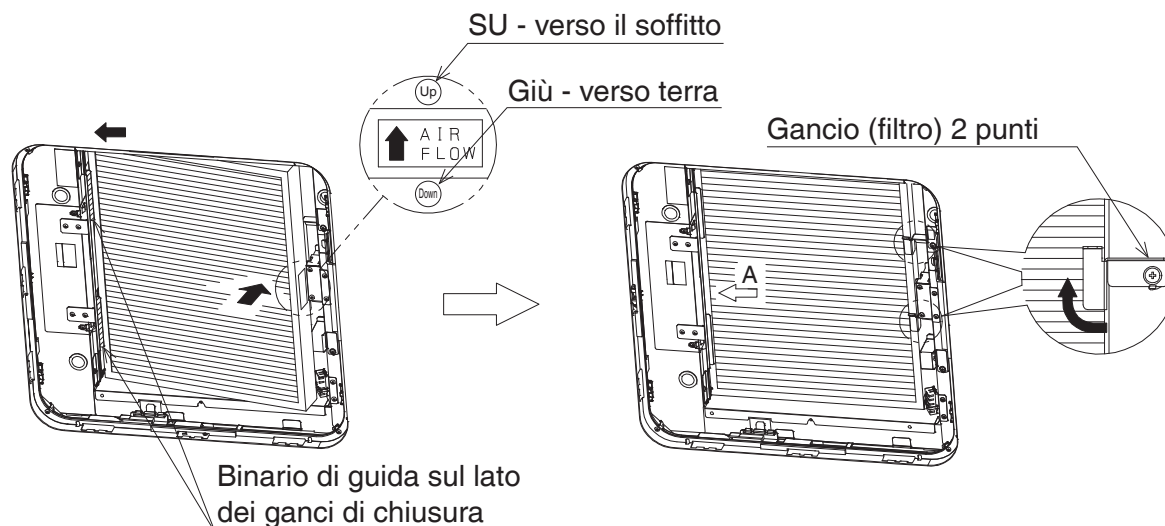

Figura 24
- (1) Estrarre il filtro a pieghe (1) dal sacchetto.
- (2) Con la freccia (FLUSSO D'ARIA) sul lato del filtro a pieghe (1) rivolta verso l'alto, inserirlo nel binario di guida sul lato dei ganci di chiusura e inserirlo fino in fondo.
- (3) Spingere verso l'alto il filtro a pieghe (1).
- (4) Ruotare il gancio (filtro) (2 punti) per fissare il filtro a pieghe (1). **(Figura 24)**